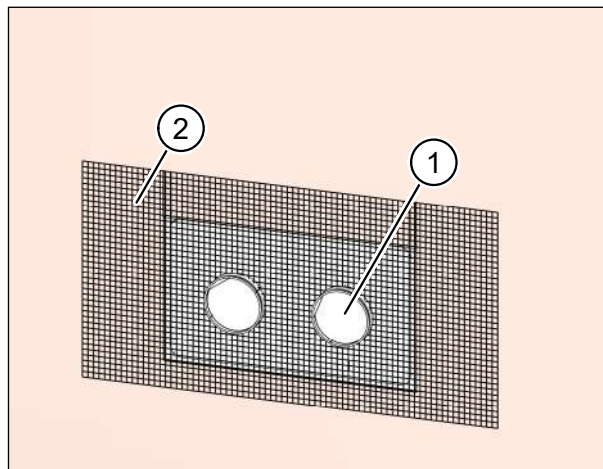
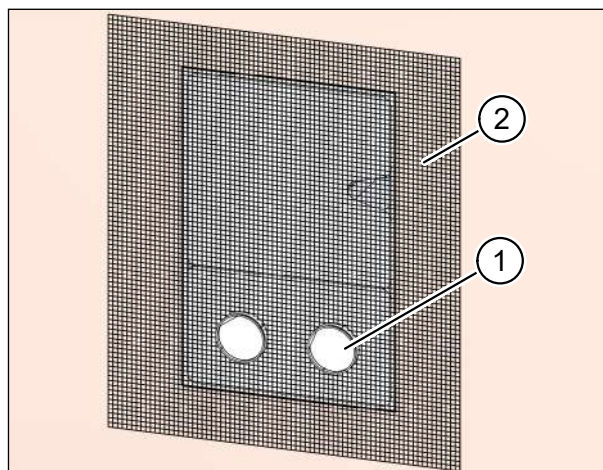

Abb. 36: Montageset **ohne** Füllstück einputzen
Abb. 37: Montageset **mit** Füllstück einputzen
- ▶ Setzen Sie die Putzschutzhülsen (Pos. 1 in Abb. 36 und Abb. 37) ein. Sie sollen soweit über die Massivwand herausragen, dass sie mit dem späteren Putzauftrag bündig abschließen. Die Putzschutzhülsen bilden die Beiputzfläche für den Außenputz.
- ▶ Bringen Sie das Putzgewebe (Pos. 2 in Abb. 36 und Abb. 37) außen auf Mauerkasten, Mauerwerk bzw. Fassadendämmung an.